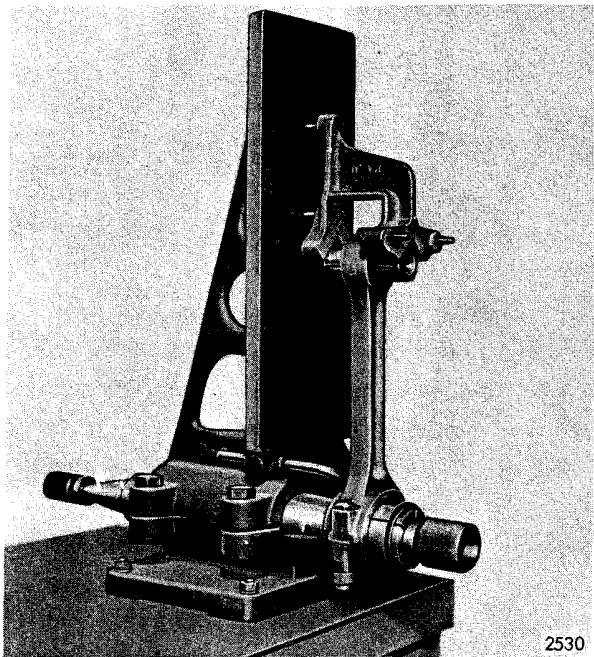

Fig. 26. Kontroll av raket.
4. Kontrollera vevstaken med avseende på raket enligt fig. 26.